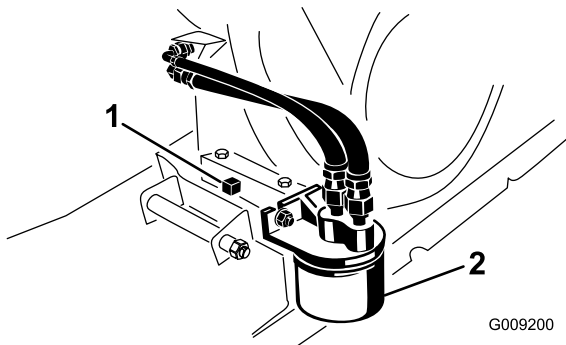

Figura 43
5. Coloque un recipiente con capacidad de 1,8 litros debajo del tapón de vaciado (Figura 43).
6. Retire el tapón de vaciado y la junta (Figura 43).
2. Retire el filtro de aceite (Figura 43).
4. Enrosque el filtro nuevo sobre el adaptador del filtro hasta que la junta toque la placa de montaje, luego apriete el filtro 1/2–3/4 de vuelta más (Figura 43).